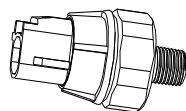

Рис. 9-6
6. Датчик давления масла (рис. 9-6)